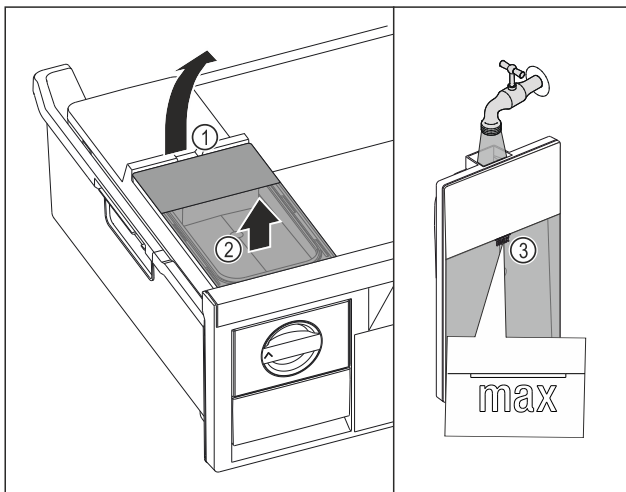

Fig. 109
- Sollevare il serbatoio dell'acqua dalla cavità Fig. 109 (1).
- Rimuovere il serbatoio dell'acqua estraendolo verso l'alto Fig. 109 (2)
- Riempire il serbatoio dell'acqua con acqua potabile fino al contrassegno Fig. 109 (3).